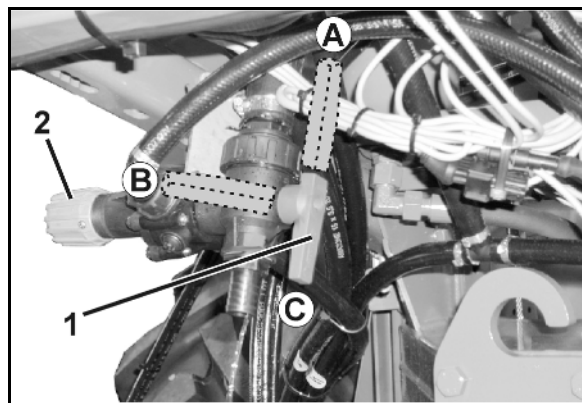

Fig. 109
- da torneira de comando DUS (Fig. 109/1).
- a válvula limitadora de pressão DUS (Fig. 109/2). A válvula limitadora de pressão DUS está ajustada de modo fixo de fábrica e reduz a pressão no sistema de circulação de pressão para 1 bar.
- Se a torneira de comando DUS se encontrar na posição (Fig. 109/A), o sistema de circulação de pressão está ligado.
- Se a torneira de comando DUS se encontrar na posição (Fig. 109/B), o sistema de circulação de pressão está desligado.
- Se a torneira de comando DUS se encontrar na posição (Fig. 109/C), é possível escoar o líquido para fora do pulverizador.